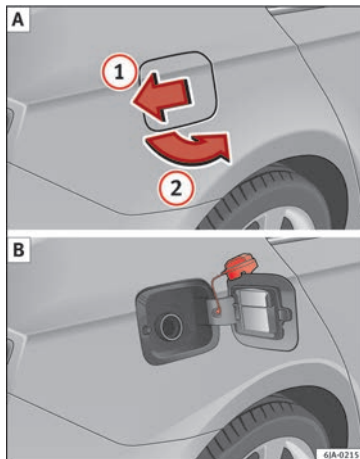

Bild 48 Bilen sedd från höger bak: tanklucka med avskruvat tanklock
- Tryck på bränsletanksluckan i pilens riktning ① » » **bild 48 A** och öppna den i pilens riktning ②.
- Placera det på den övre delen av tankluckan » » **bild 48 B**.